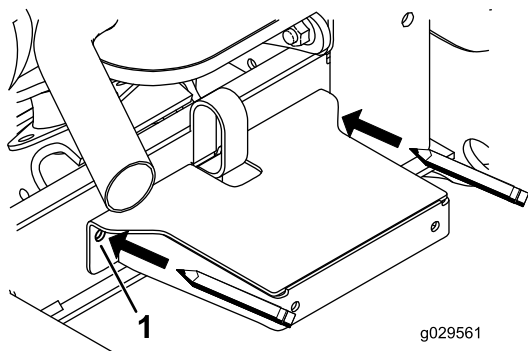

図 19
8. フレームマウントを型紙として、フレーム材にフェンダ取り付け用の穴2個の位置をマーキングする 図 19。